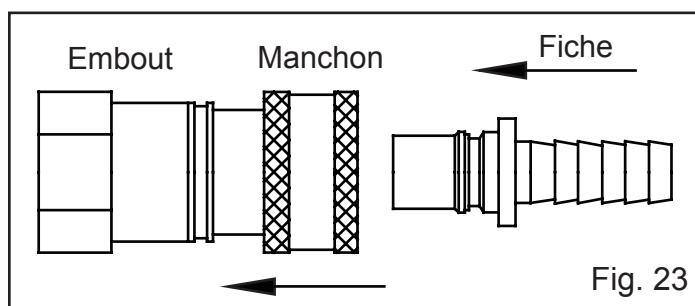

Fig. 23
1. Pour raccorder l'alimentation, poussez le manchon de l'embout vers l'arrière (Fig. 23).